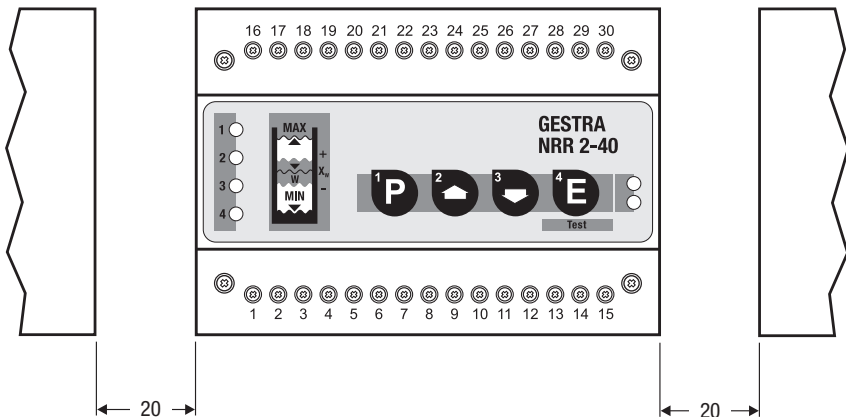

Fig. 7
2. Alinear el aparato de mando. **Fig. 7**